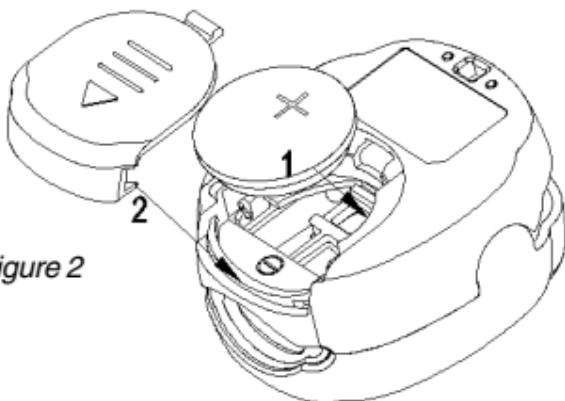

Figure 2
1. Insérez la batterie dans son logement, s'assurant que le sens d'insertion soit correct (comme montré dans la Figure 2).